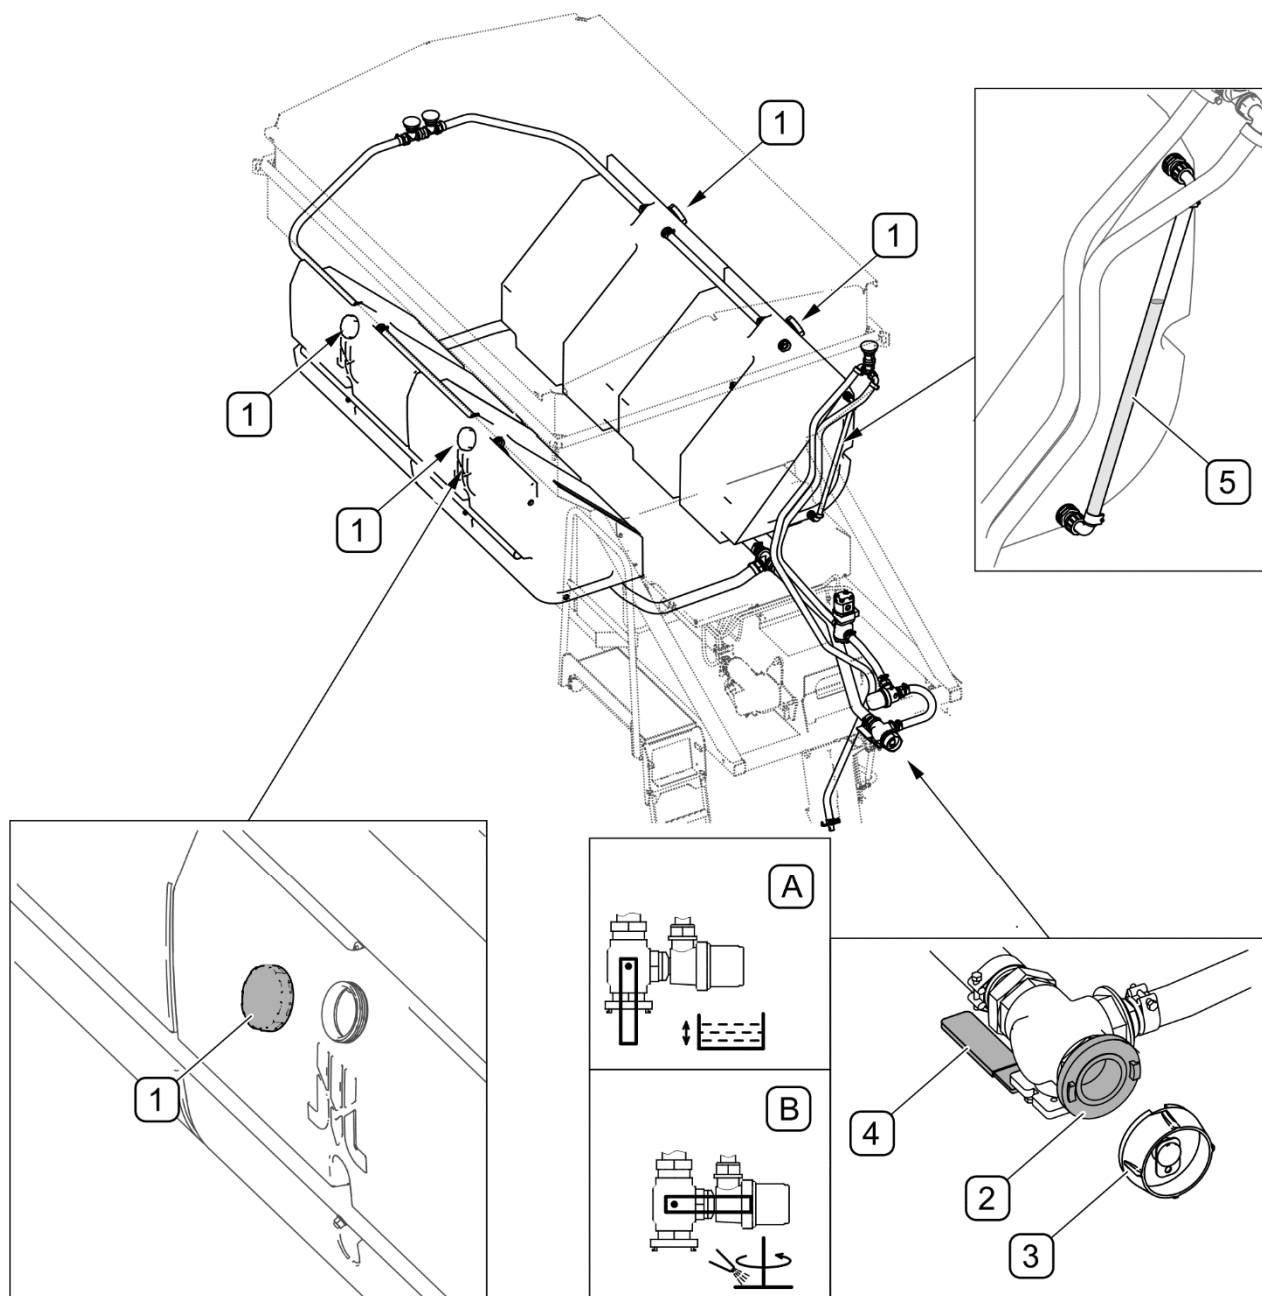

РИСУНОК 4.16 Наполнение емкостей соляным раствором
Наполнение емкостей соляным раствором (РИСУНОК 4.16) возможно через горловины в емкостях с заглушками (1) или через клапан (2) типа STORZ 52C с заглушкой (3).
С целью наполнения емкостей соляным раствором (РИСУНОК 4.16) через клапан (2) необходимо:
- установить рукоятку (4) клапана в положение (B),
- отвинтить заглушку (3) и подсоединить к клапану (2) наполняющий шланг,
- рукоятку (4) клапана установить в положение (A) и начать наполнение,
- для контролирования уровня раствора служит указатель (5), размещенный на емкости,
- по окончании наполнения рукоятку (4) нужно перевести в положение (B),
- отсоединить шланг и завинтить заглушку (3).